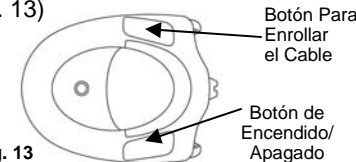

Fig. 13
- Presione el botón de encendido para encender la aspiradora. (Fig. 13)
- Para enrollar el cable de alimentación, presione el botón de enrollado con una mano y sostenga el enchufe con la otra para evitar que se sacuda rápidamente pudiendo causar daños o lastimaduras. (Fig. 13)
- Presione el botón de encendido y desconecte el enchufe del tomacorriente. Luego presione el botón para enrollar el cable. (Fig. 13)